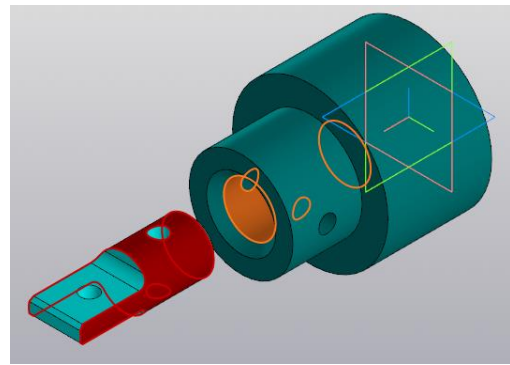

Рисунок 155.
8. Вал станет на одну ось с внутренним цилиндрическим вырезом корпуса (рисунок 155).